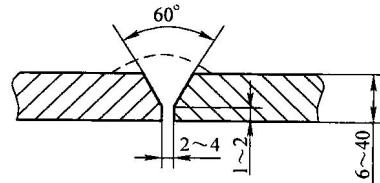

图 1-6 V 形坡口
2) V 形坡口形状简单，加工方便，是最常用的坡口形式，常用于厚度在 6~40mm 工件的焊接，如图 1-6 所示。